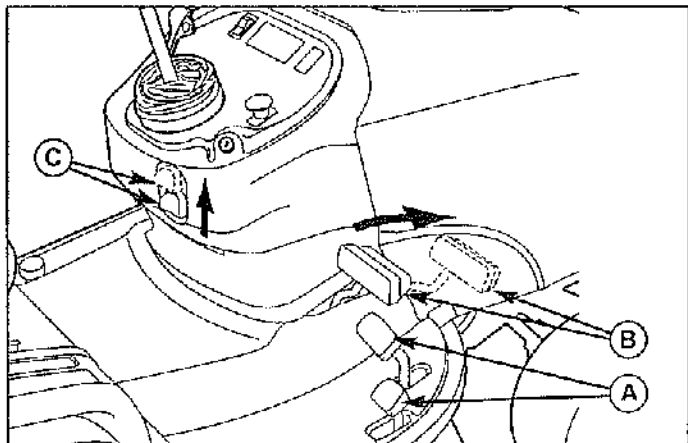

Figure 2. Serrage du frein de stationnement
**Serrage du frein de stationnement** - Voir la figure 2. Pour verrouiller le frein de stationnement, relâcher les pédales de vitesse de déplacement (A), appuyer à fond sur la pédale de frein (B). **TIRER** le bouton de frein de stationnement (C) et relâcher la pédale de frein.
**Desserrage du frein de stationnement** - Voir la figure 2. Pour desserrer le frein de stationnement, appuyer à fond sur la pédale de frein (B) et **ENFONCER** le bouton de frein de stationnement (C).